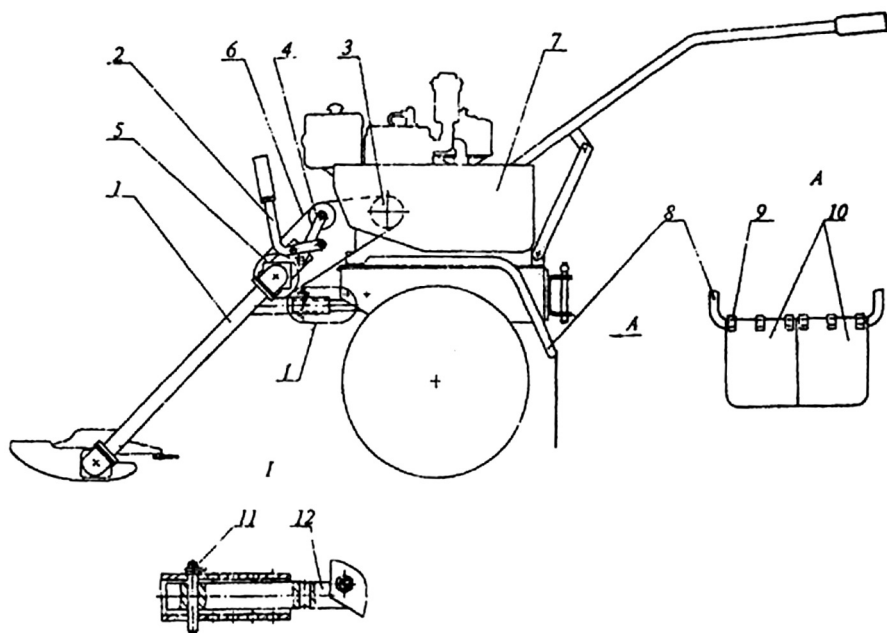

Рис.3. Установка косилки на мотоблок
5.3. Для работы с мотоблоком косилка комплектуется натяжным устройством (рис. 4), которое монтируется на косилке. Косилка устанавливается на штыре 12 (рис. 3) и крепится стопором 11 из комплекта мотоблока. Ведущий шкив мотоблока 3 соединяется с приводным шкивом косилки клиновым ремнем 6.
При перемещении рычага 2 (рис.3) в верхнее рабочее положение натяжной ролик 4 натягивает ремень, включая в работу трансмиссию косилки. При перемещении рычага в нижнее положение ослабляется натяжение ремня и косилка отключается. Натяжение ремня обеспечивается рядом отверстий в косилке и на штыре мотоблока.